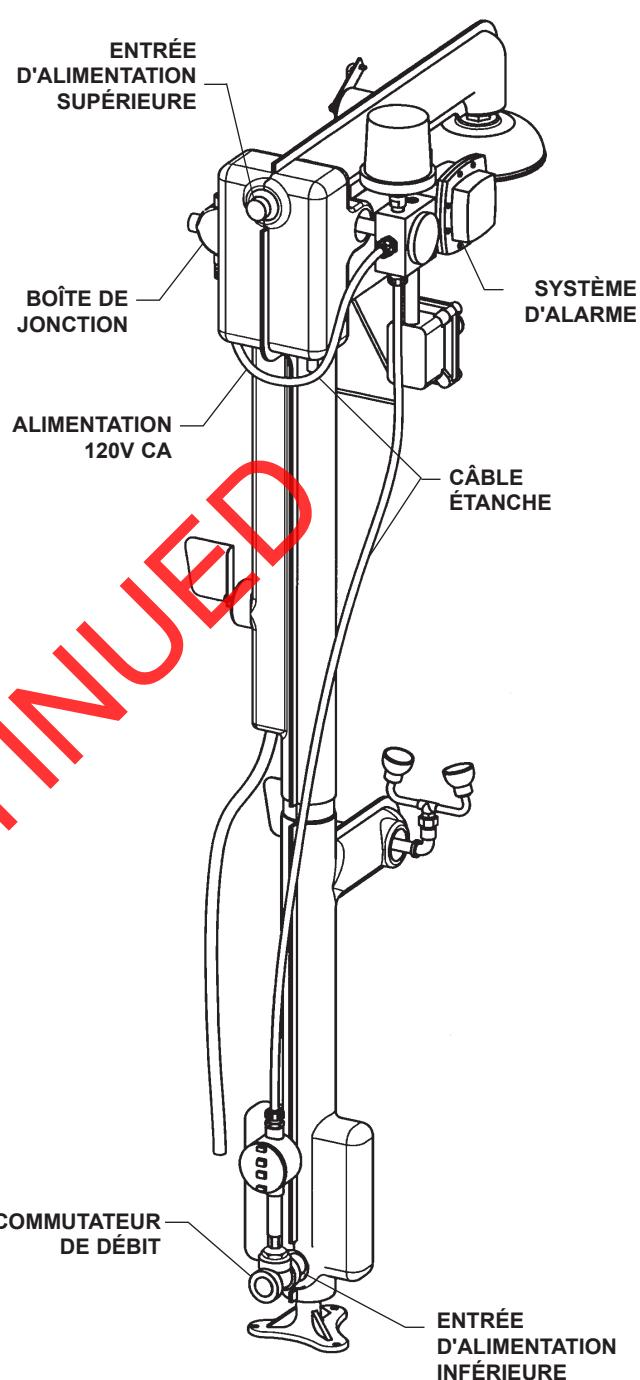
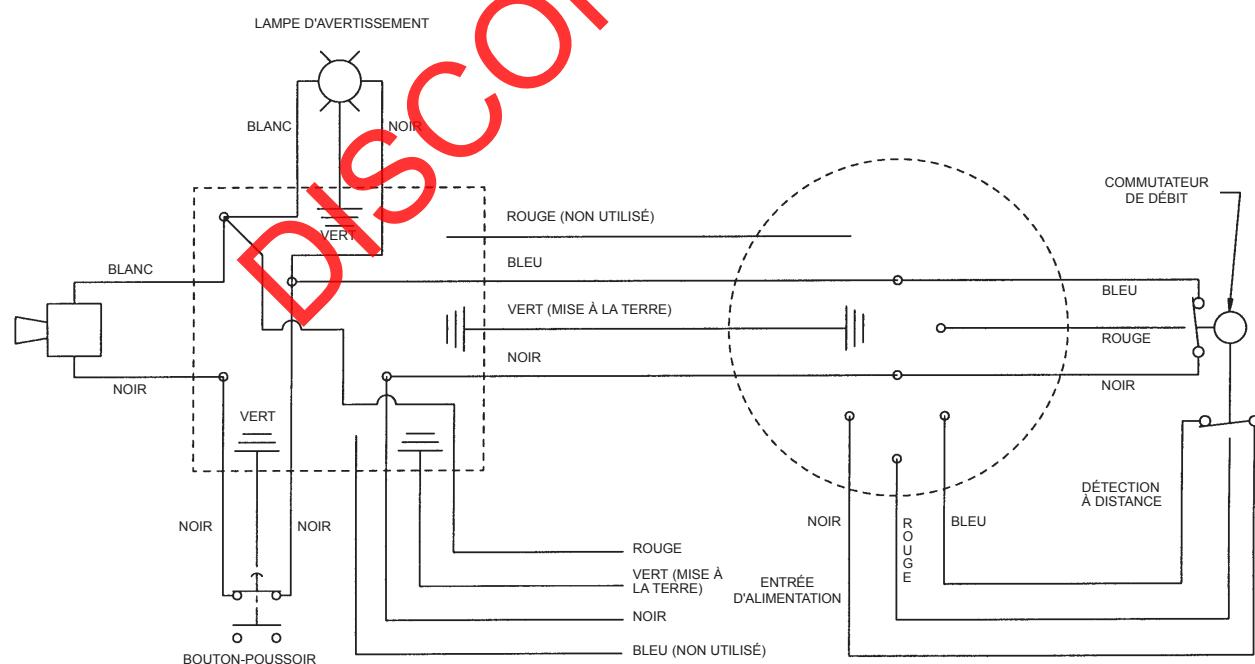

Figure 1
Figure 2
NOTE : Puisque le commutateur de débit sera installé sur l'alarme avec un câble étanche de 2,1 m (7 pi), l'installateur doit garder en mémoire l'emplacement d'installation de l'alarme, lors du choix de l'emplacement du commutateur de débit (voir Figure 1).
1. Posez l'interrupteur sur une portion horizontale de la conduite d'eau. Les orifices d'entrée et de sortie de l'interrupteur doivent se trouver à 15 cm (6 po) minimum de tout coude ou té dans la conduite d'eau (voir Figure 1).
- L'alarme peut être installée directement sur la tuyauterie de la douche d'urgence, en utilisant la quincaillerie d'installation fournie (voir Figure 1 en page 10).
- Raccorder le commutateur de débit à l'alarme, en installant un connecteur de raccord au bout du câble étanche de 2,1 m (7 pi) ainsi que dans la boîte de jonction du commutateur de débit (voir Figure 1 en page 10, et Figure 2 ici-bas).